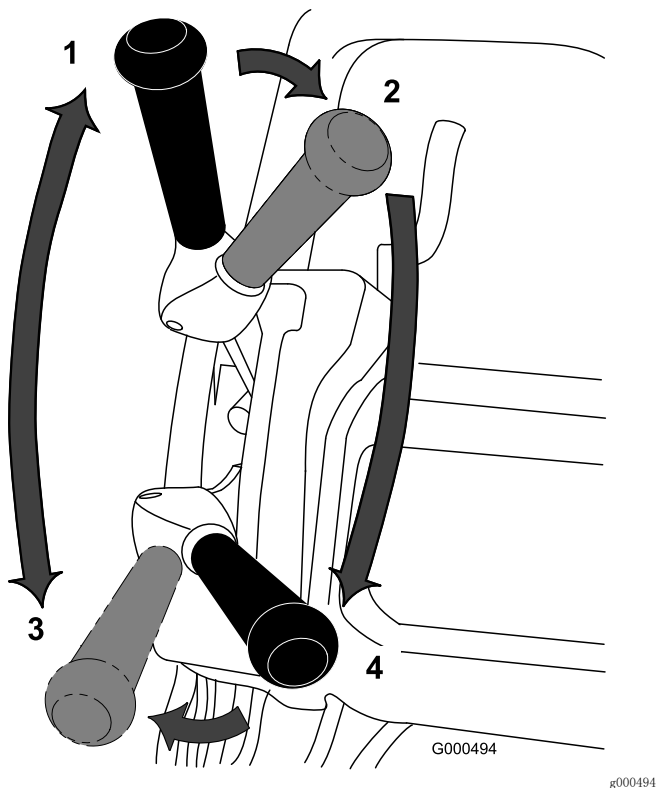

图33
1. 启动机器、将速度控制杆设为“零”位置、向下推动手柄以提起滚刀组、压低操作员到位控制装置、将牵引杆移至“接合”位置（图33）、缓慢增加速度控制设置、使剪草机行驶到果岭的环圈上。
3. 首先分离牵引杆、然后将其向左前方移动、接合牵引和滚刀驱动（图33）。